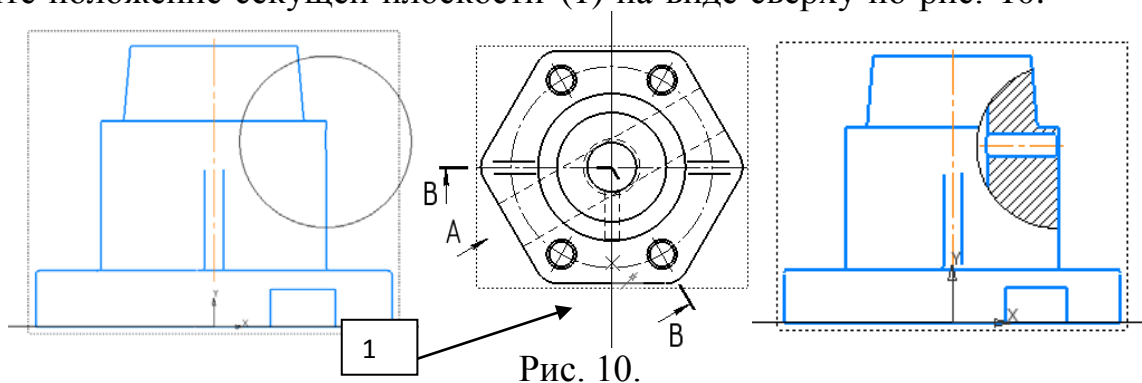

Рис. 10.
Сделайте: **вид Слева (Проекционный вид 3)** текущим. Начертите окружность произвольного радиуса (стиль для Линии обрыва) по рис. 10. Выполните команду **Вставка Местный разрез**. Выделите окружность.
Укажите положение секущей плоскости (1) на виде сверху по рис. 10.